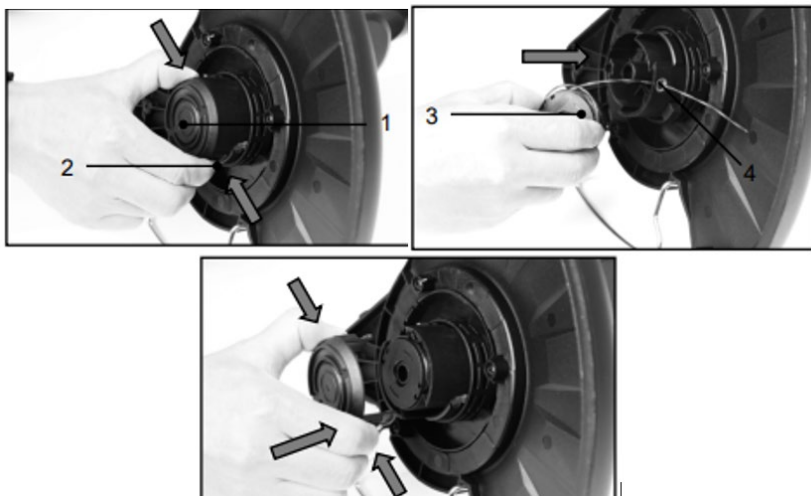

Рисунок 14. Схема заміни жилки різальної головки.
2. Розблокувати кришку головки кнопками розблокування (3, рис. 14) з обох боків головки.
3. Зняти кришку (1, рис. 14) різальної головки, котушку із жилкою (4, рис. 14).
5. Протягнути жилку (6, рис. 14) крізь отвір котушки та рівномірно намотати на котушку не вище обмежувальних країв, залишивши кінці назовні (рис. 14).
6. Встановити котушку (4, рис. 14) з намотаною жилкою в кришку (1, рис. 14) так, щоб кінчики жилки потрапили у пази (5, рис. 17) та виходили з обох боків кришки.